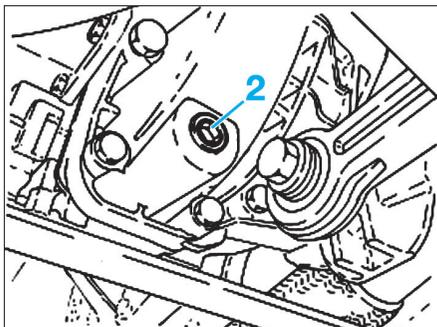

Fig. 2
- Déposer le bouchon de vidange (2) (Fig.2).